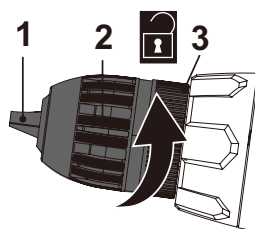
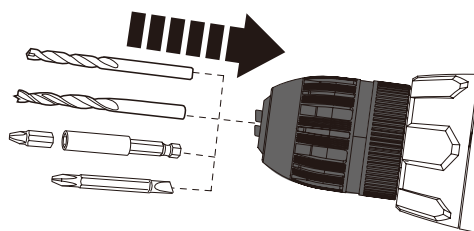

Fig. 1
Fig. 2
- > Maintenez la bague de maintien [3] en position et faites tourner la bague de serrage [2] dans le sens antihoraire jusqu'à ce que le mandrin [1] soit suffisamment ouvert pour introduire le foret/l'embout (Fig. 1). Insérez entièrement le foret jusqu'à la butée (Fig. 2). Si vous utilisez un embout de vissage de 25 mm, insérez-le dans le logement d'un porte-embout.